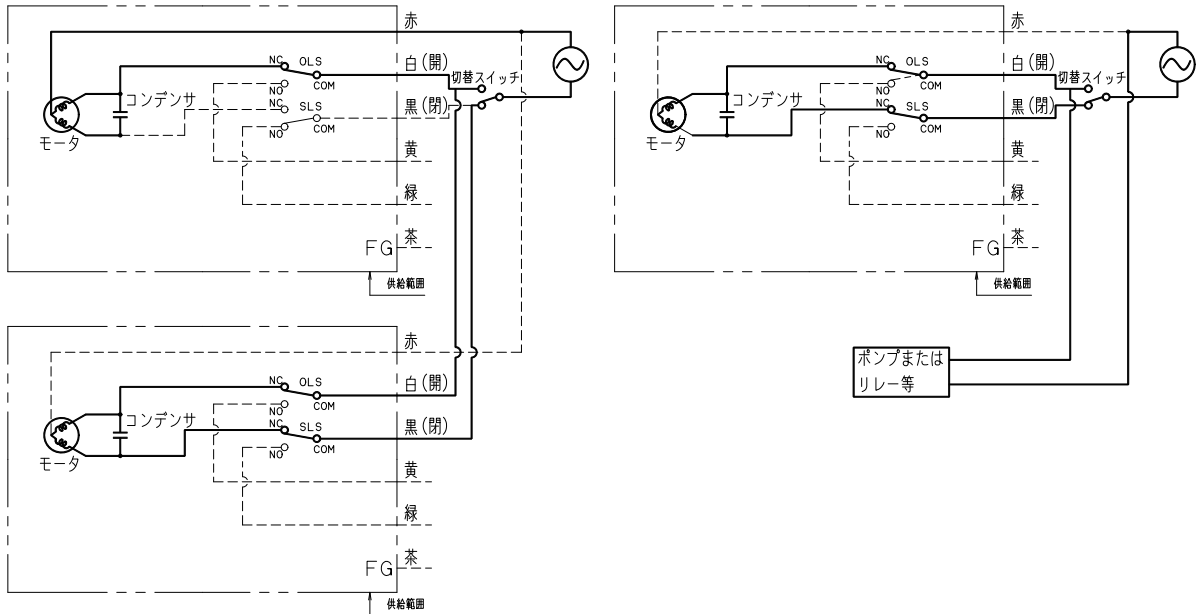

図17
- 開閉スイッチ1個で本製品を2台以上同時に運転する並列接続、ポンプなどの並列接続は絶対に行わないでください。並列接続を行うと、図17のような異常電流が流れ、アクチュエータの破損、故障の原因となります。